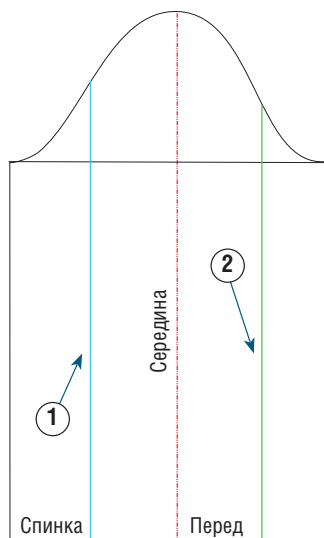

Рис. 1
① На линии низа рукава разделите верхнюю часть рукава на 2, прибавив 1 см к центральной части. Например, если верхняя часть составляет 19 см, то $19 : 2 = 9,5$ см; $9,5 + 1 = 10,5$ см. Отложите эту мерку на линии низа от середины рукава (отмеченной на рис. 1 красной линией), после чего от полученной метки проведите вертикаль (голубая линия на рис. 1).
② Таким же образом построена зеленая линия на передней части рукава: расстояние между серединой и краем рукава разделено на 2, а к центральной части добавлен 1 см.